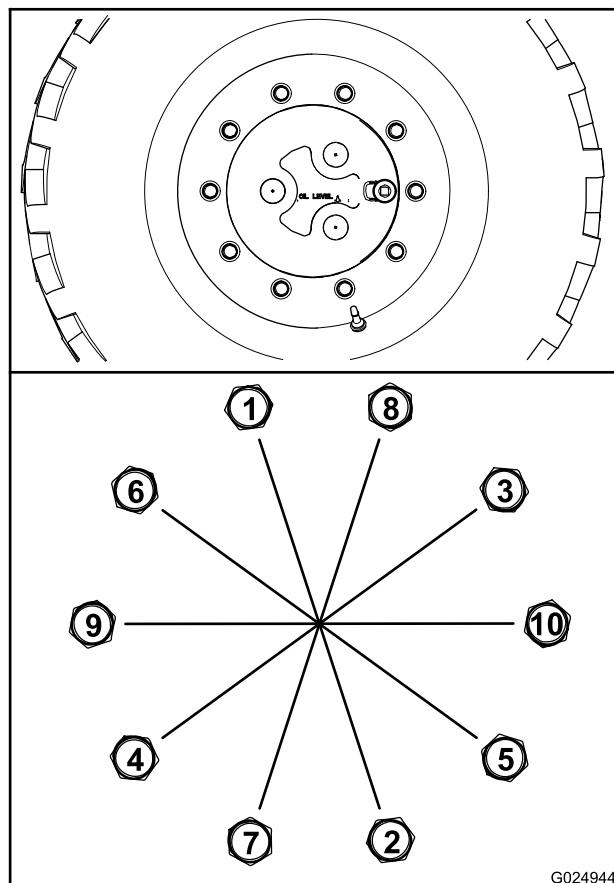

Figura 83
- A. Apriete todas las tuercas de las ruedas a 100 N·m en la secuencia indicada en la Figura 83.
- B. Apriete todas las tuercas de las ruedas a 200 N·m en la secuencia indicada en la Figura 83.
- C. Apriete todas las tuercas de las ruedas a 300 N·m en la secuencia indicada en la Figura 83.